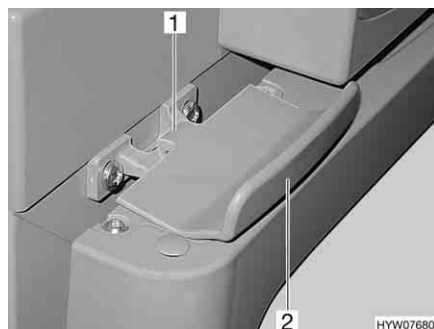

Bild 173 Verriegelung der Kühlschranktür, geschlossen (Thetford)
- Kühlschranktür am Griff (Bild 173,2) öffnen. Die Verriegelung (Bild 173,1) wird automatisch gelöst.